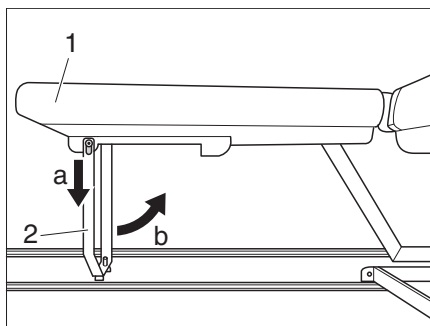

Fig. 7 Chiusura dei piedini
- Spingere la prolunga del letto (Fig. 7,1) verso il basso (a), ripiegare i piedi (Fig. 7,2) (b) e rimuovere la prolunga del letto.